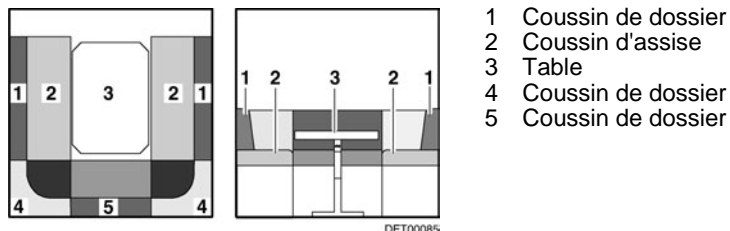

Fig. 65 Avant la transformation
- Convertir la table (Fig. 65,3) en sommier de lit (voir paragraphe 7.7).